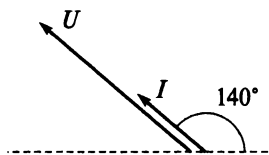

Рис. 8.6
11. Напишите уравнения тока и напряжения цепи, векторная диаграмма которой изображена на рис. 8.6. Определите значение активной мощности, если $R = 10 \text{ Ом}$, $f = 80 \text{ Гц}$, $I = 6 \text{ А}$.